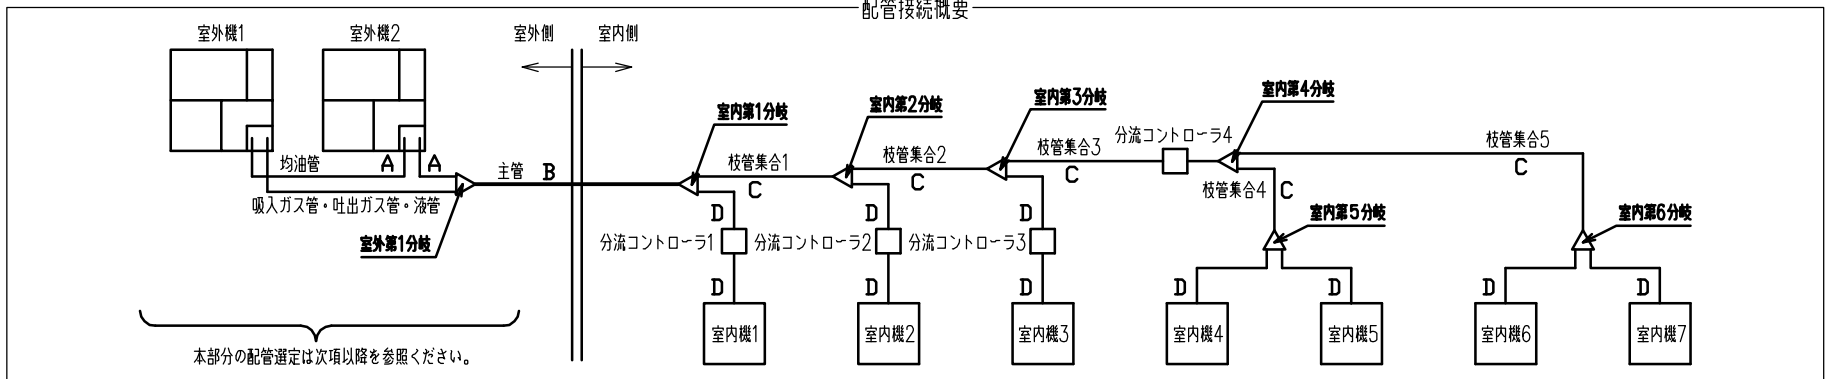

図1
(1) 室外機～室外機側の分岐間：図1のA部
- (2) 主管(室外側の分岐～室内側の第一分岐間)：図1のB部
(3) 室内側の第一分岐～室内側分岐間：図1のC部
(4) 室内側分岐～室内機間：図1のD部